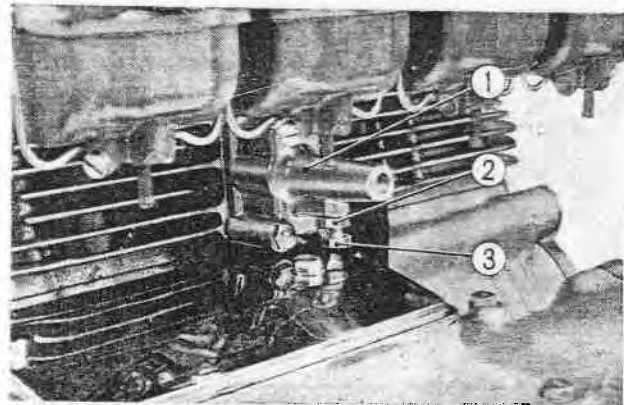

Fig. 3-44 ① Support de tendeur de chaîne de distribution
7. Enfoncer le poussoir du tendeur de chaîne de distribution. Monter le tendeur dans le cylindre, desserrer le boulons de réglage du tendeur puis le resserrer et freiner au moyen de contre-écrous. (Fig. 3-44)